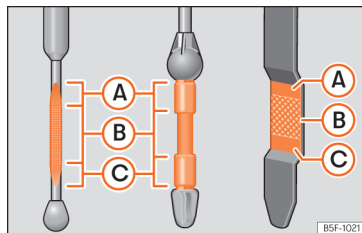

Fig. 232 Varilla de medición del nivel de aceite.
- A continuación, vuelva a extraerla y compruebe el nivel de aceite »» fig. 232. En caso necesario, reponga aceite del motor.
- Cuando el nivel de aceite alcance como mínimo la zona **>>> fig. 232 B**, enrosque la tapa de la boca de llenado con cuidado **>>> ①.**